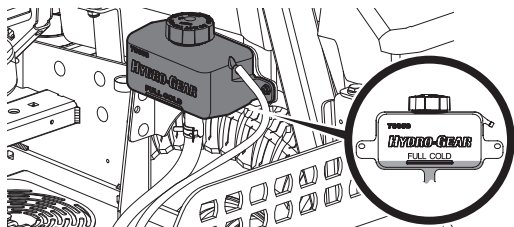

Figure 45
2. Tournez le bouchon du réservoir dans le sens antihoraire pour le retirer, puis vérifiez le niveau d'huile dans le réservoir. L'huile doit être visible au fond de la coupelle, mais le niveau d'huile ne doit **PAS** être supérieur à la ligne « FULL COLD » (Figure 45). **NE REMPLISSEZ PAS LE RÉSERVOIR.**